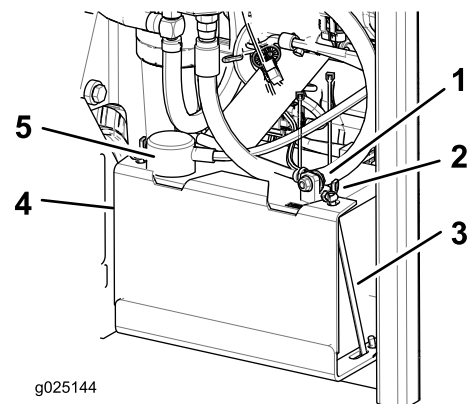

Figura 43
3. Desconecte el cable negativo (negro) de la batería del borne negativo (-) de la batería (Figura 43).
4. Retire la cubierta de goma roja del borne positivo (rojo) de la batería y retire el cable positivo (+) (Figura 43).
5. Retire las tuercas de orejeta que sujetan los ganchos (Figura 43).
6. Retire la abrazadera (Figura 43).
1. Coloque la batería en la bandeja, con los bornes frente al depósito de aceite hidráulico (Figura 43).
4. Fije los cables con 2 pernos, 2 arandelas, y 2 contratuerzas (Figura 43).
6. Instale la abrazadera y sujétela con las tuercas de orejeta y los ganchos (Figura 43).